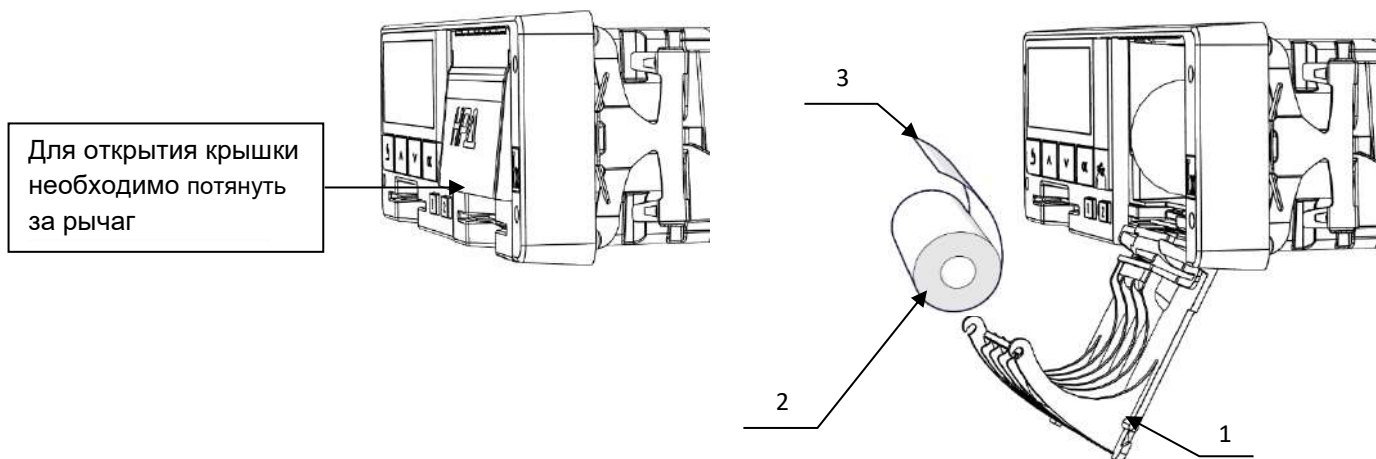

Рисунок 7. Установка бумаги
1. Открыть крышку отсека термопечатающего механизма (см.Рисунок 7. Установка бумаги), потянув за специальную ручку на крышке.